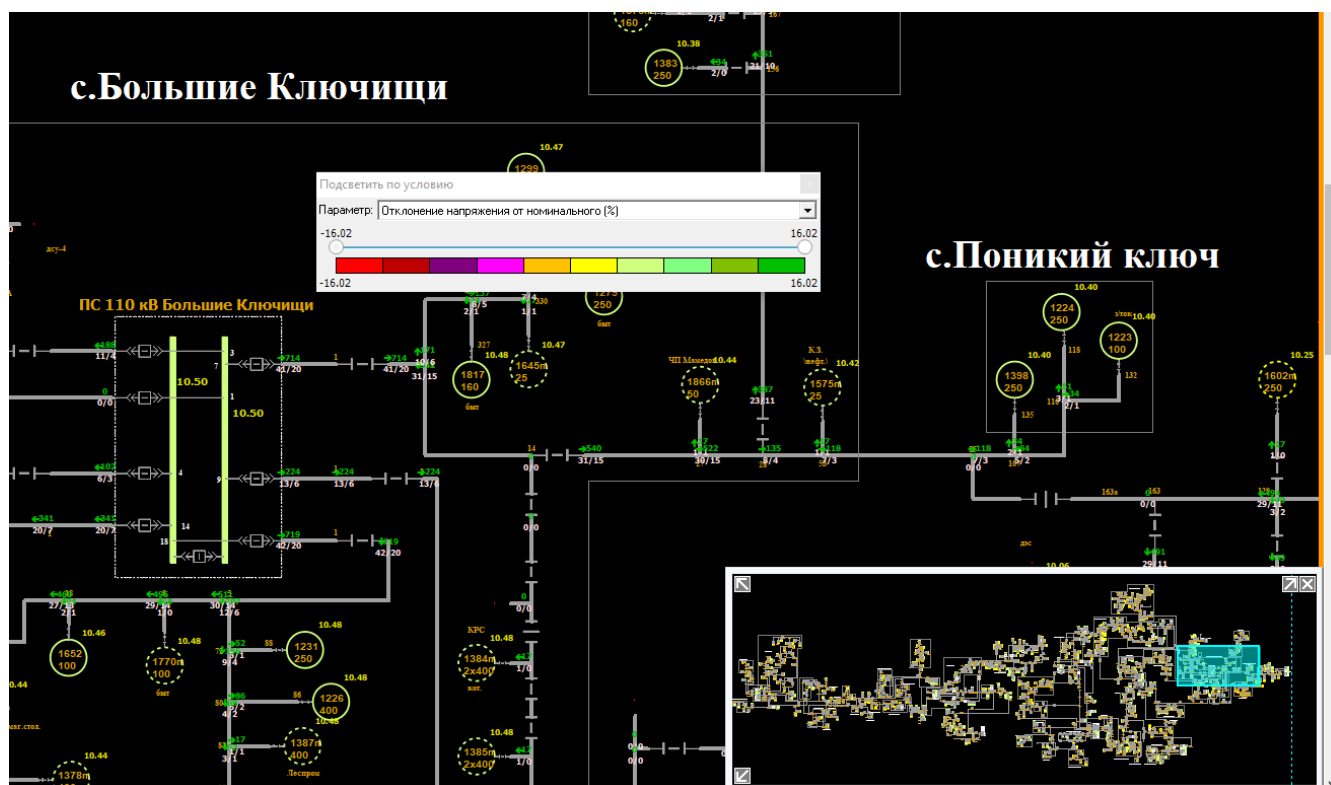

Рисунок 73 – Подсветка объектов по отклонению от номинального напряжения.
- Подсветка объектов по отклонению от номинального напряжения (Рисунок 73)